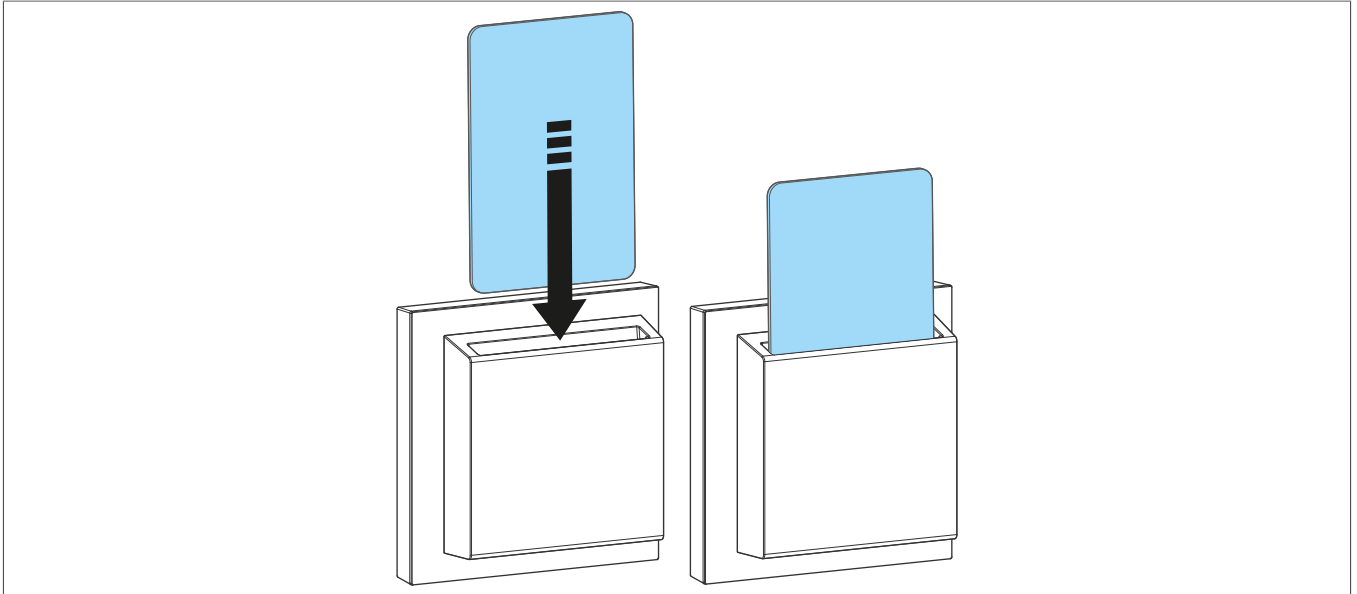

Fig. 2: Sätt i hotellkortet
- Ta bort hotellkortet från brytaren (4) (Fig. 2).